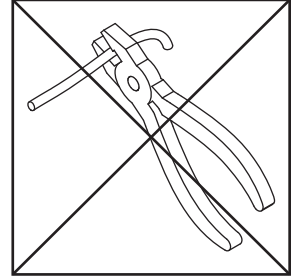

図7
- ⊘ 銅パイプを曲げるときに、ペンチやプライヤーを使用しないでください。（図7）